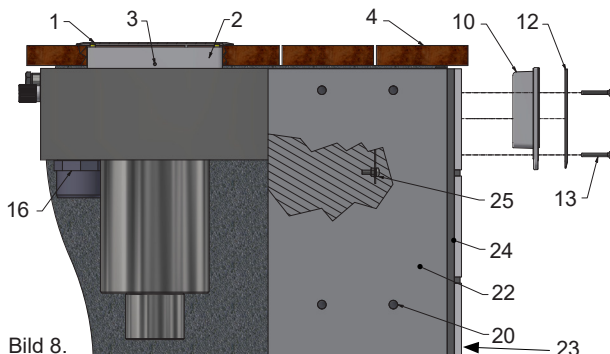
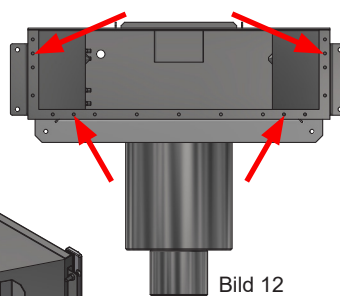

Bild 8.
Bild 12
- Montera väggbeklädnad (fix, kakel, mosaik etc.). Säkerställ att monteringshålen (enlig bild 12) för fästramen är fria så att fästramen går att montera senare.
- Montera klaffluckan (17) och kontrollera att den sitter korrekt på plats och kan röra sig.
- Montera fästramen (10) och fronten (12) med medföljande skruvar (4st M5x40), se bild 8.
- Avrinningsröret (14) limmas i muffen (15) med lämpligt PVC-lim och monteras i bräddavloppet med medföljande packning och nippel (16). Anslut rörkopplingar till överbräddningen.
- Kapa ev. plastkragen (2) i höjdlid så att den passar i förhållande till ytbeläggningen runt poolen.
- Tryck ner kragen mot bräddavloppet. Fixera kragen med bifogade skruvar (3).
- Tryck ner locket (1) i kragen.